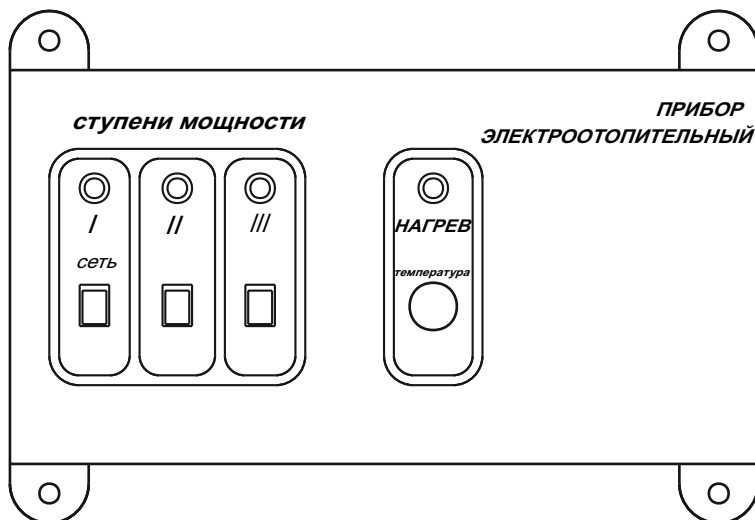
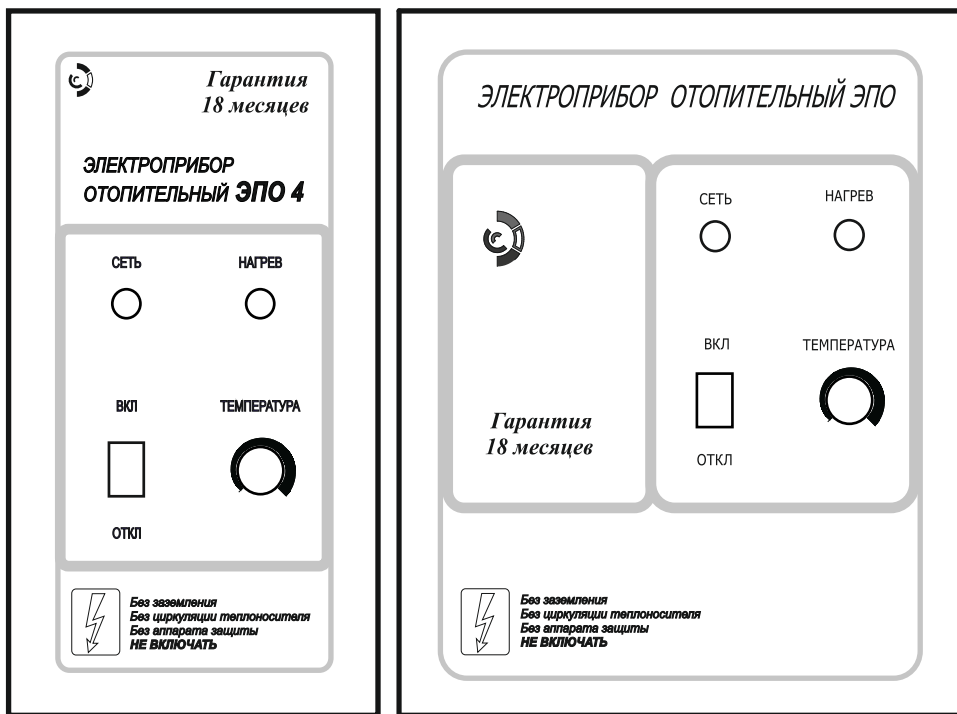

Рисунок 2. ПУ ЭПО трехступенчатый
Рисунок 3. Пульты управления ПУ ЭПО-М1-4 и ПУ ЭПО-М1-6-30
4.3 Приборы ЭПО-7,5; -9,45; -12; -15; -18; -24; -30 комплектуется одним из двух видов пультов управления: трёхступенчатым (рис.2) или одноступенчатым ПУ ЭПО-М1 (рис.3).